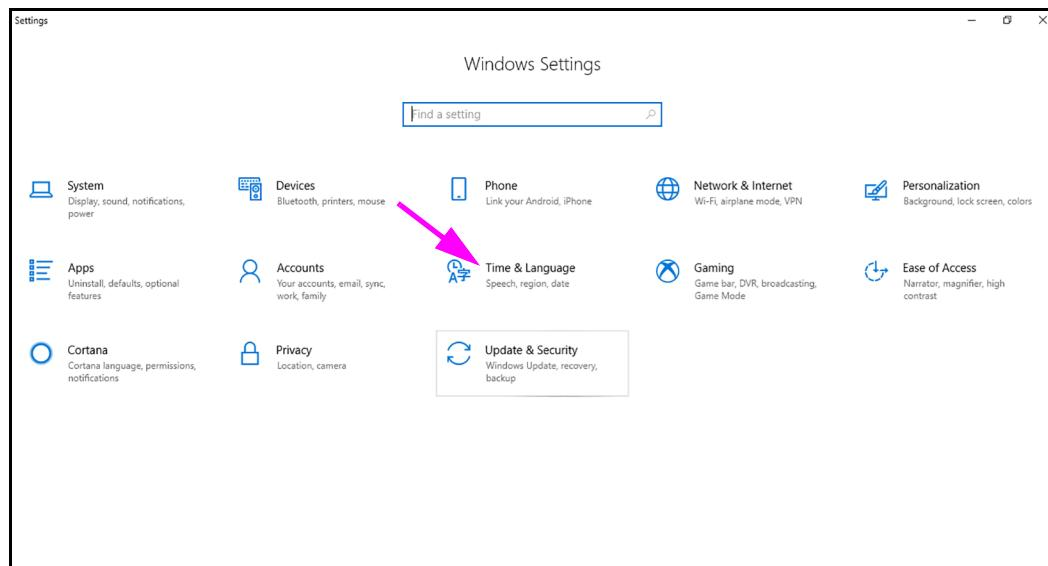

Figure C-6. Fenêtre Settings (Paramètres) de Windows 10
3. Cliquez sur l'icône **Démarrer Windows** et sélectionnez **Settings (Paramètres)** dans le menu. La fenêtre Settings (Paramètres) de Windows s'affiche. Voir la Figure C-6.
4. Sur la fenêtre Settings (Paramètres) de Windows, cliquez sur **Time and Language (Heure et langue)** (cf. Figure C-6).